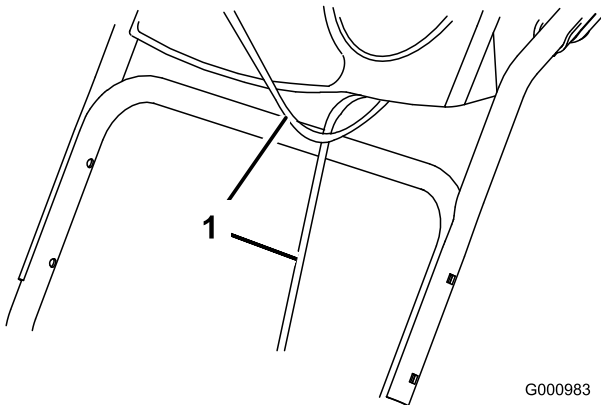

Bild 4
1. Heben Sie den oberen Griff an und drehen Sie ihn, sodass er über dem unteren Griff positioniert ist (Bild 4).